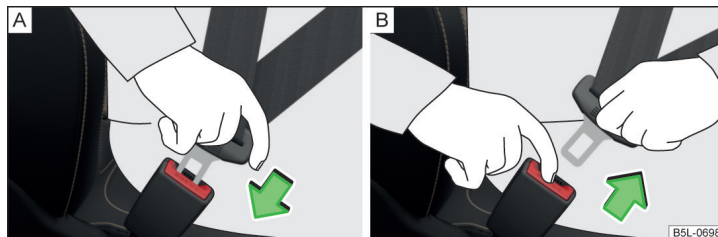

Fig. 18 Fixarea sau desfacerea centurii de siguranță
- › Introduceți clema de fixare în catarama aferentă a centurii de siguranță » fig. 18 - [A] până când se fixează cu un declic.
- › Prindeți clema de fixare și apăsați tasta de culoare roșie de pe catarama centurii » fig. 18 - [B], clema de fixare sare în exterior.